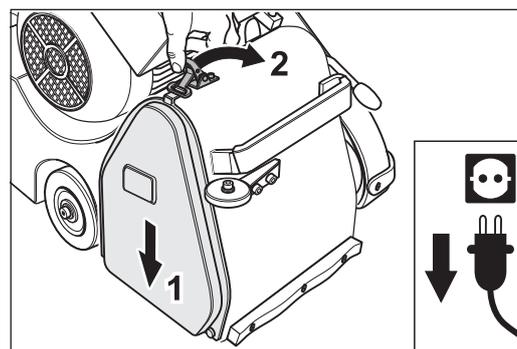

Fig. 15 Después de realizar el cambio de cinta de lijado, colocar de nuevo la chapa protectora.
- 9 Vuelva a cerrar la abertura de la carcasa con la chapa protectora (Fig. 15).